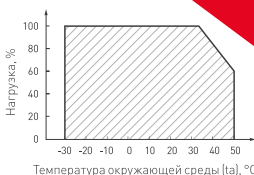

Рис. 1. Максимальная допустимая нагрузка, % от мощности источника
- 4.3. Не нагружайте источник питания более 80% от его максимальной мощности. Учитывайте, что с повышением температуры окружающей среды максимальная мощность источника питания снижается, см. график зависимости на рис. 1. При невозможности обеспечить свободное пространство используйте принудительную вентиляцию.